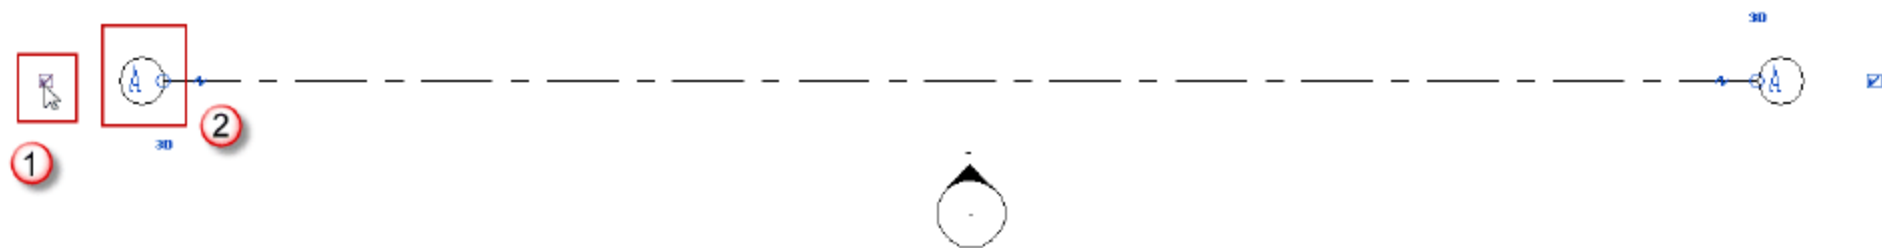

图 1.3.4 轴号双头显示
(4) 轴号双头显示。在轴线的左侧，单击轴号显示框，显示出此处的轴号，如图 1.3.4 所示。